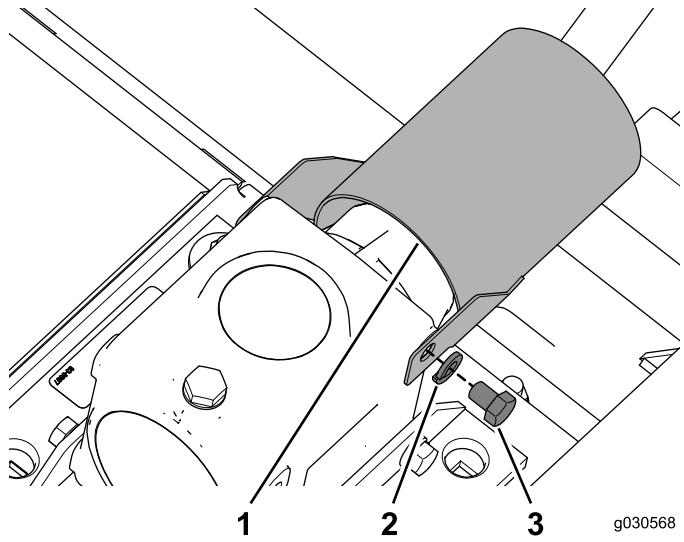

図 20
- PTOガードをギアボックスに固定している部品を取り外す図 20。